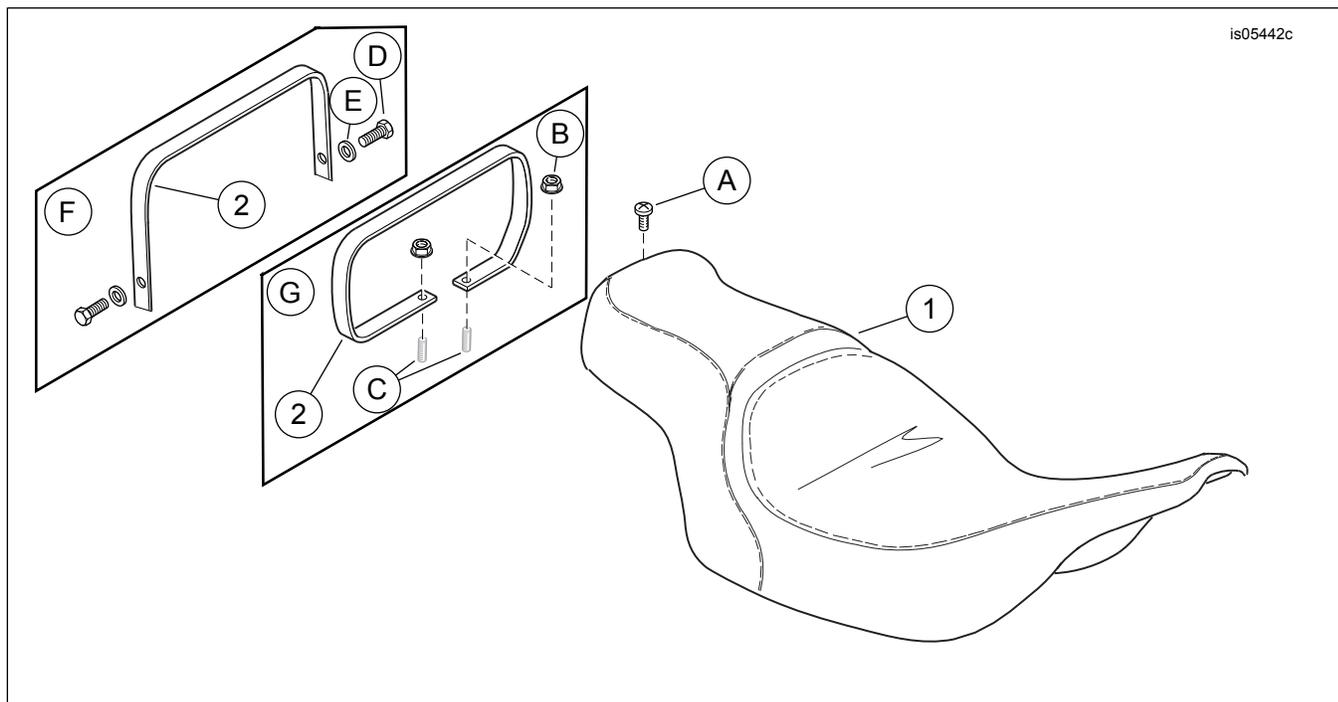

Figura 7. Piezas de servicio: Asiento con calefacción
Consulte Figura 7 y Tabla 1 para ver el contenido del kit.
- Ver Figura 7 . Quite el tornillo (D), la arandela (E) y el extremo de la correa de sujeción. Guarde los elementos de sujeción para instalarlos más tarde.
- Ver Figura 7 . Extraiga el tornillo de cabeza Phillips con la arandela de seguridad (A) de la parte trasera del asiento instalado actualmente. Mueva hacia atrás el asiento para sacarlo. Guarde el tornillo para la instalación.
- Ver Figura 7 . Instale el tornillo de la correa de sujeción (D) y la arandela (E). Apretar.